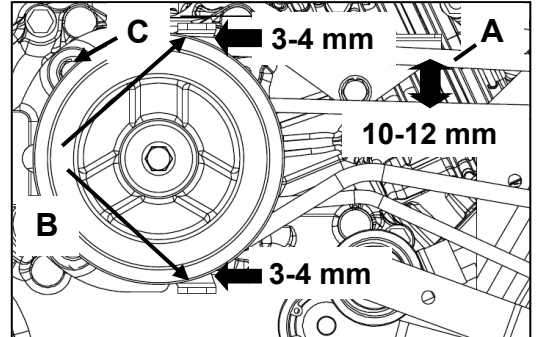

Figura 22
- Empuje la correa con un dedo (A, Figura 22); la correa debe moverse de 10 a 12 mm. Si la correa no se mueve en consecuencia, vuelva a realizar el "cable de tensión".
- Compruebe que las guías de la correa (B, Figura 22) estén cerca de 3 o 4 mm de la correa de ajuste.
- Si es necesario, ajuste las guías de la correa de la siguiente manera: desenrosque el perno (C, Figura 22) y ajuste las guías de la correa según sea necesario y '